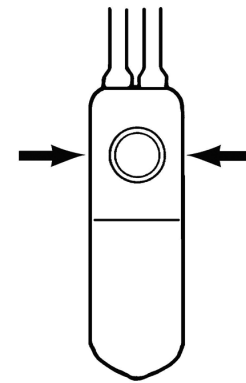

Figura 4-42. Metoda strângerii laterale
1. Strângeți laturile pompei de control adiacente butonului de dezactivare, pentru a permite ca lichidul să umple para pompei. **(Figura 4-42)**